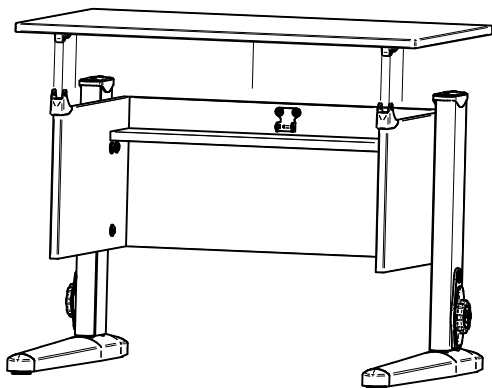

Рис. 14
- 4.6.1. На основание стола (сборка по п.4.4.2.) положить сверху столешницу (сборка по п.4.5.2.), так что бы выступы верхних частей шарниров входили в пазы нижних частей шарниров, а оси отверстий совпадали, см. рис.14. В отверстия шарниров вставить винты М6х32 (поз. 8, пакет №71) и накрутить гайки самоконтрящиеся (поз. 4, пакет №71), согласно рис. 14а.
Рис. 14а